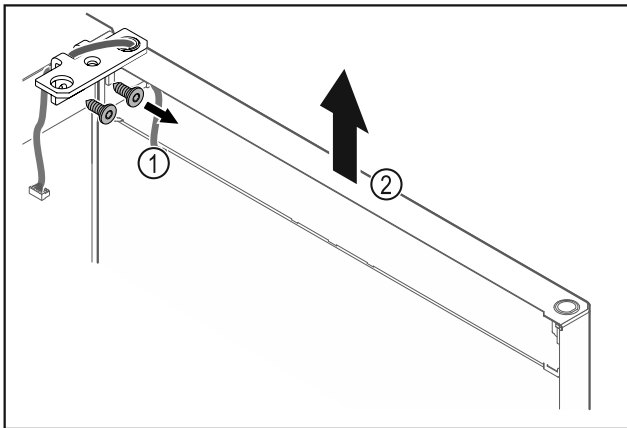

Fig. 14
- ▶ Csavarozza le a csuklópántot Fig. 14 (1).
- ▶ Az ajtót a csuklópánttal Fig. 14 (2) együtt emelje meg felfelé kb. 200 mm-rel, majd vegye le.